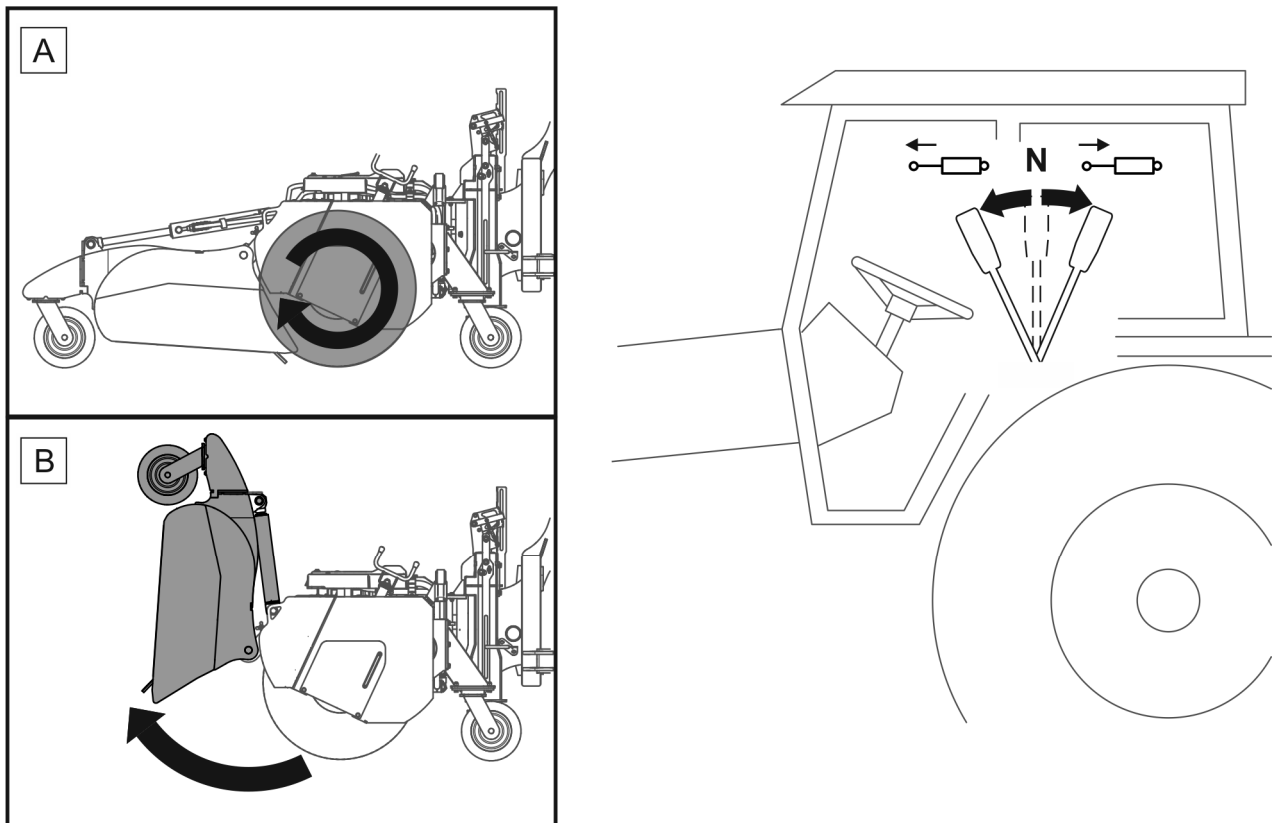

ABBILDUNG 4.15 Entleeren des Schmutzbehälters
Das Entleeren des Schmutzbehälters (ABBILDUNG 4.15) erfolgt von der Fahrerposition aus über den Hydraulikverteilerhebel, indem die Richtung des Ölflusses umgekehrt wird.
- Den Schmutzbehälter anheben wie zum Entleeren (ABBILDUNG 4.15).